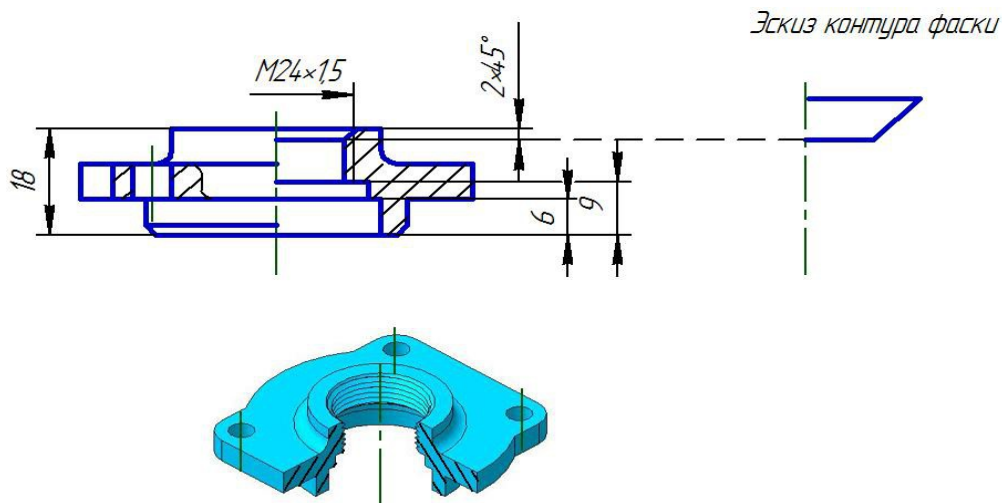

Рис. 3.33. Внутренняя резьба
- ✓ Самостоятельно построить внутреннюю метрическую резьбу  $M24 \times 1,5$  «Кинематической операцией» (рис.3.33).